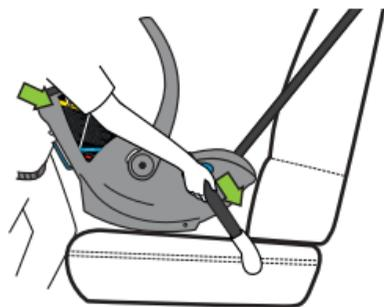

Figure 72
- Utilisez votre corps pour pousser le porte-bébé contre le dossier du siège du véhicule et le faire bouger tout en tirant sur la partie sous-abdominale de la ceinture de sécurité gonflable pour serrer, comme le montre la **Figure 72**.